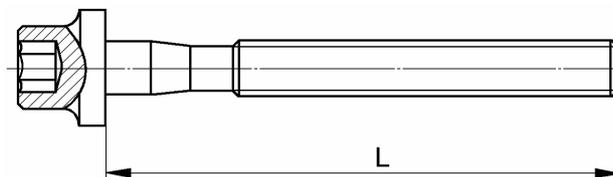

Рис. 37.
4.2.15 Болт крепления головки цилиндров, рис. 37.